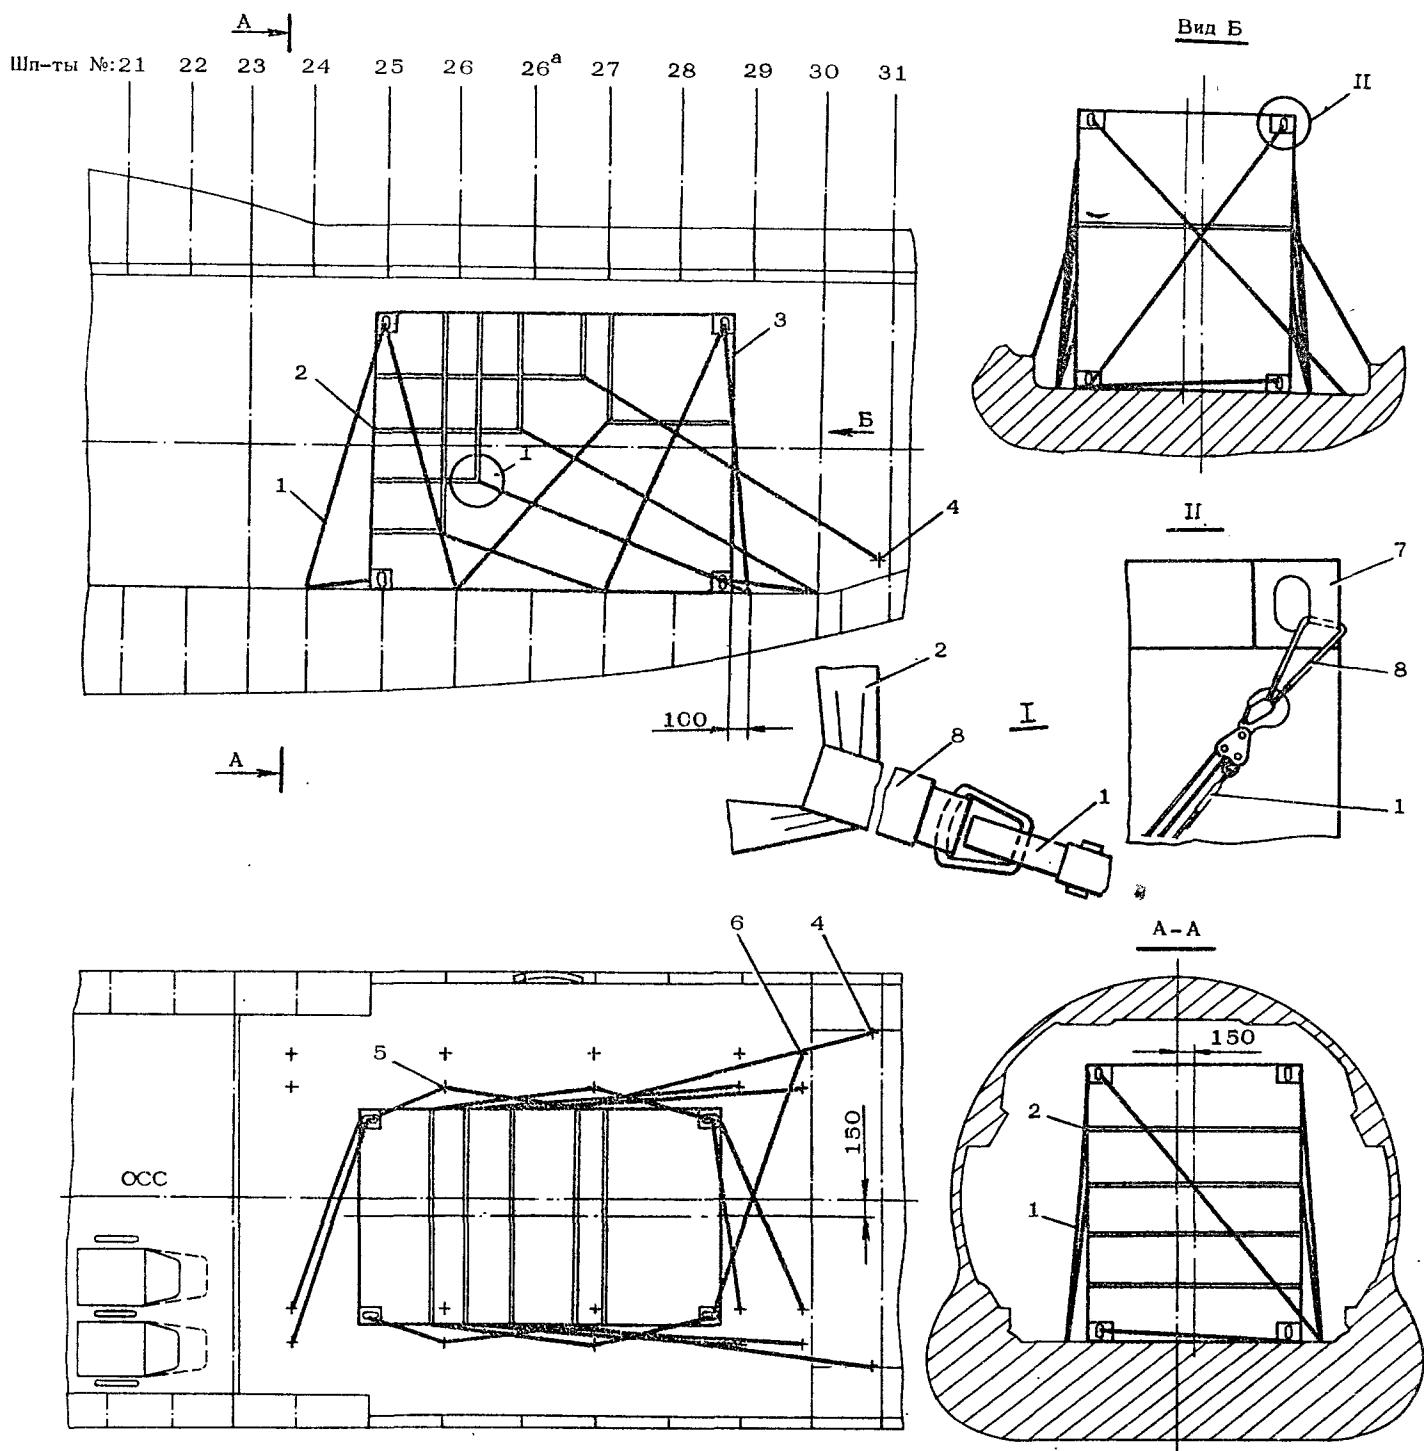

РИС. 5. СХЕМА РАЗМЕЩЕНИЯ И ШВАРТОВКИ КОНТЕЙНЕРА УАК-2,5:
- вверните швартовочные узлы в гнезда грузового пола и закрепите контейнер к полу при помощи швартовочных ремней, лямок и хомутов согласно рис. 5, для чего: